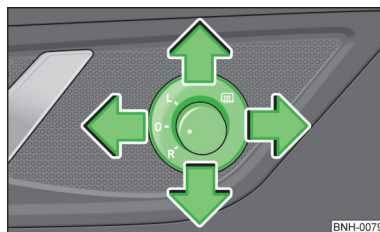

Fig. 31
- Poner el botón giratorio en la posición  » fig. 31.
- Poner el botón giratorio en la posición **L** » fig. 31. El movimiento de la superficie del espejo es idéntico al del botón giratorio.
- Poner el botón giratorio en la posición **R** » fig. 31. El movimiento de la superficie del espejo es idéntico al del botón giratorio.